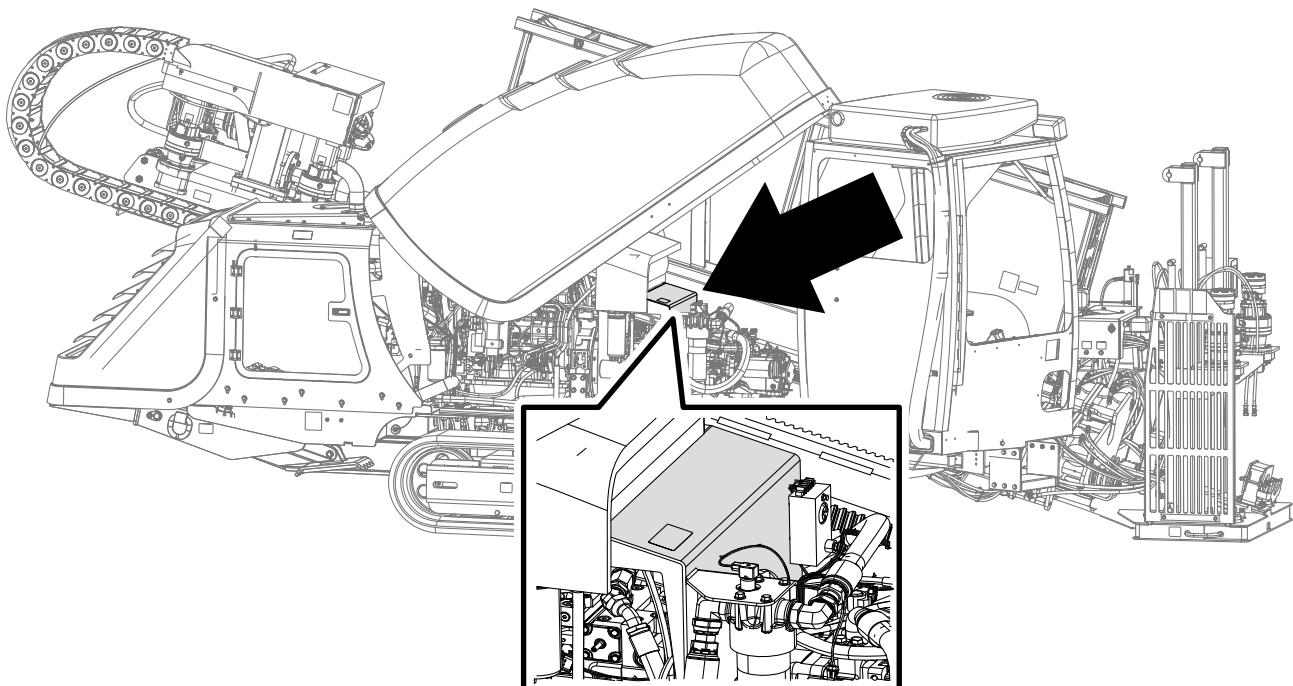
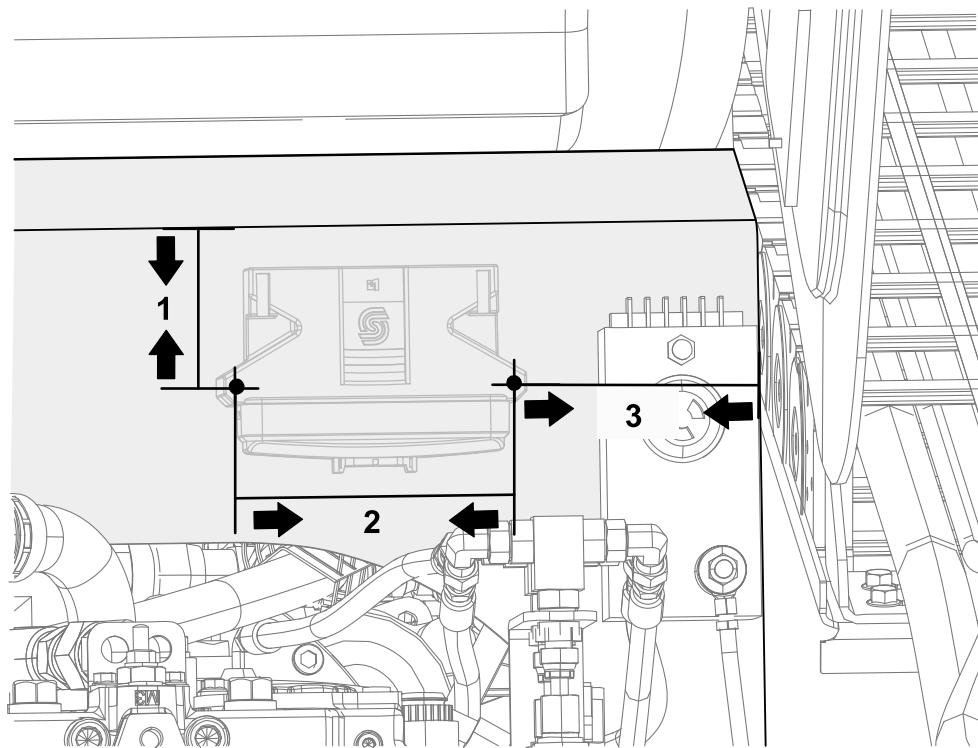
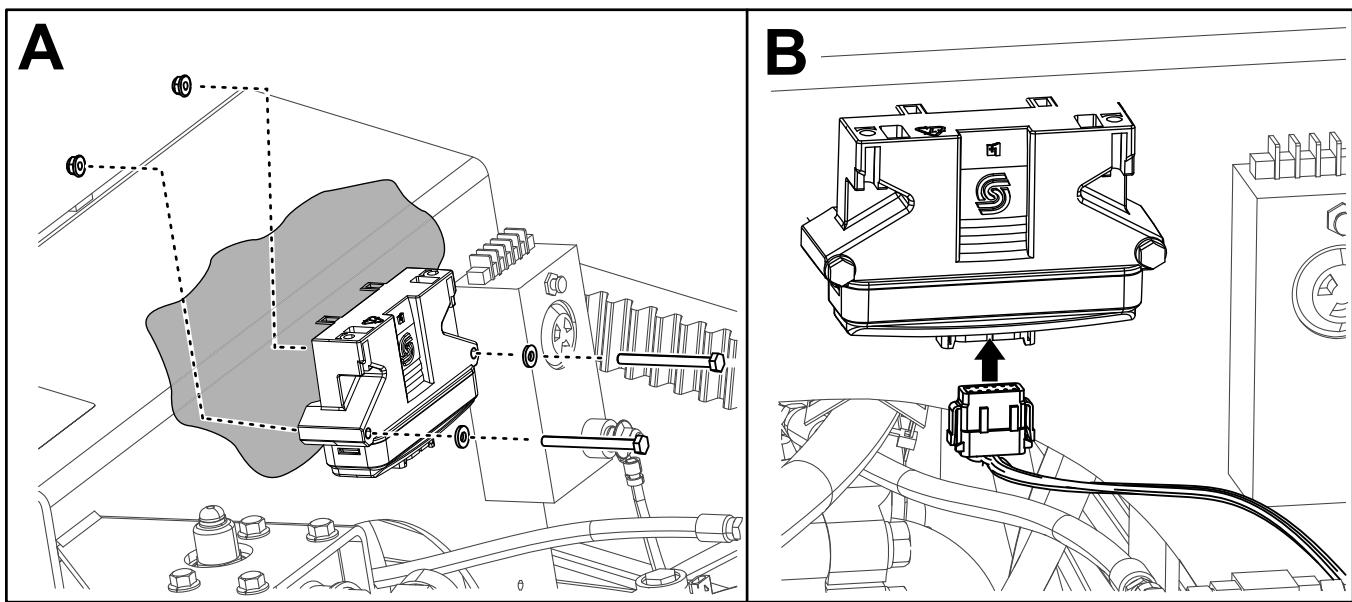

Figura 2
Figura 3
Figura 4
1. Faça dois furos no painel (Figura 2) utilizando as medidas de Figura 3.
2. Prenda o microprocessador ao painel (Figura 2) utilizando dois parafusos ($\frac{1}{4} \times 2\frac{3}{4}$ pol.), 2 anilhas e 2 porcas ($\frac{1}{4}$ pol.) como se mostra na Caixa A de Figura 4.
3. Ligue a cablagem no microprocessador como se mostra na Caixa B de Figura 4.